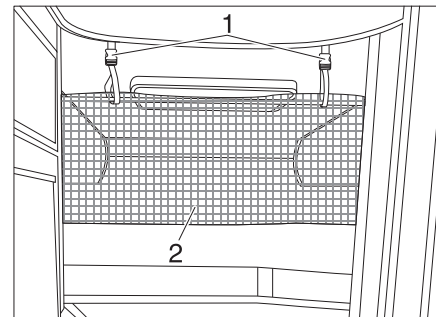

Fig. 163 Rete protettiva
La rete protettiva (Fig. 163,2) è stivata sui modelli di serie tra il materasso e il telaio portamaterasso. Fissare la rete protettiva soltanto dopo che la persona si è già stesa nel letto.
- Fare innestare i nastri di sostegno (Fig. 163, 1) nei supporti sul soffitto.
La rete protettiva (Fig. 163,2) è stivata di serie tra il materasso e il telaio portamaterasso. Fissare la rete protettiva soltanto dopo che la persona si è già stesa nel letto.